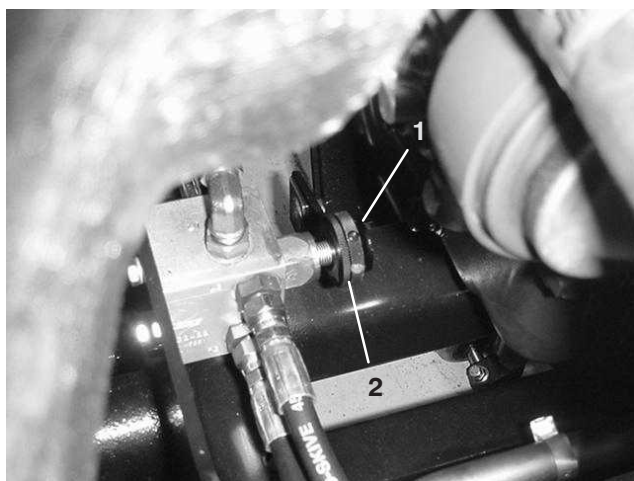

Figure 9
1. Localisez la valve devant l'essieu arrière des plateaux de coupe arrière (Fig. 9).
2. Desserrez la bague de fixation du bouton (Fig. 9).